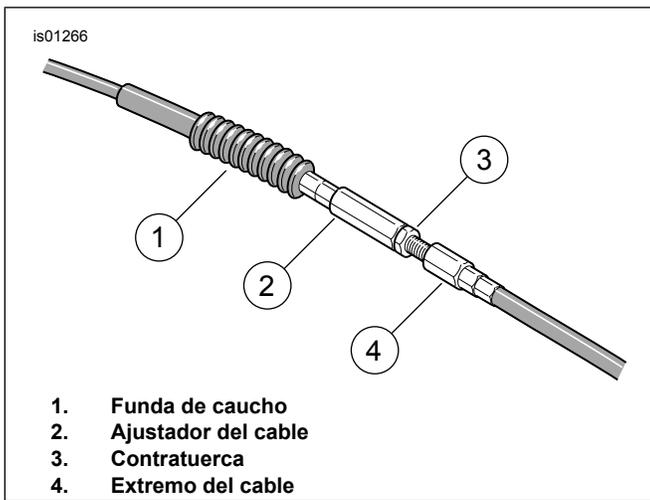

Figura 3. Afloje el ajustador del embrague
2. Vea la Figura 3. Afloje el ajustador del embrague para que el cable del embrague esté completamente flojo, efectuando los siguientes pasos:
- a. Deslice la funda de caucho (1) fuera del ajustador del cable (2).
- b. Sujetando el ajustador del cable con una llave de 1/2 pulg., afloje la contratuerca (3) usando una llave para tuercas de 9/16 pulg.
- a. Vea la Figura 3. Gire el ajustador del cable (2) para alejarlo de la contratuerca (3) hasta que se elimine la holgura en la palanca manual.
- c. Vea la Figura 3. Sujete el ajustador del cable (2) con una llave de 1/2 pulg. Con una llave de 9/16 pulg., apriete la contratuerca (3) contra el ajustador.
- d. Cubra el ajustador del cable con la funda de caucho (1).